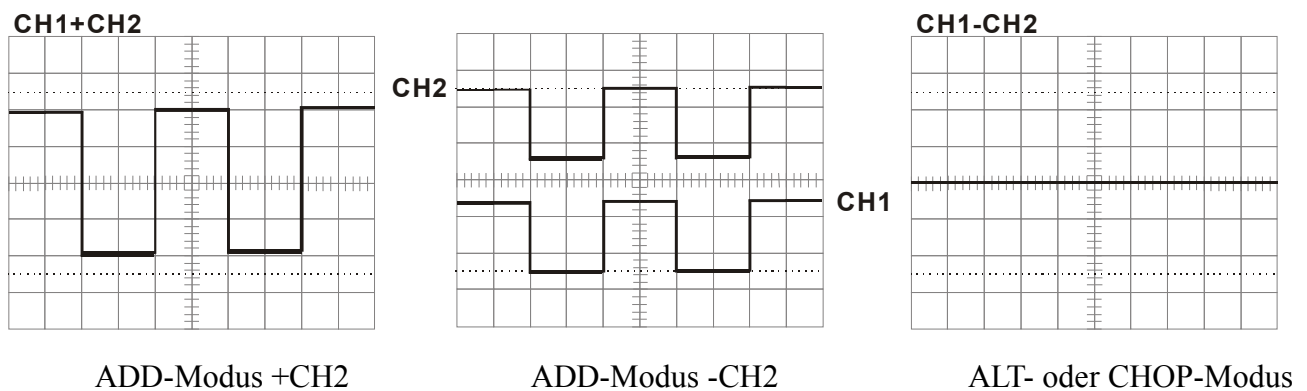

Abb. 4-6
- (1) Je nach Frequenz der Signale Vert Mode auf "ALT" oder "CHOP" einstellen. CH2 INVERT nicht ziehen, was bedeutet, dass CH2 positiv ist.
- (2) Die 2 Signale an die CH1- und CH2-Eingangsanschlüsse anschließen.
- (3) VOLT/DIV nachstellen und die 2 Signale Wellenformen im richtigen Bereich anzeigen lassen. Die vertikale Position nachstellen, um die 2 Wellenformen in der Bildschirmmitte anzuzeigen.
- (4) Vert. Mode auf "ADD" stellen, die algebraische Addition der 2 Signale wird sofort angezeigt. Wenn der Unterschied bekannt sein muss, CH2 INVERT ziehen. Abb. 4-6 zeigt die Summe und den Unterschied der 2 Signale.